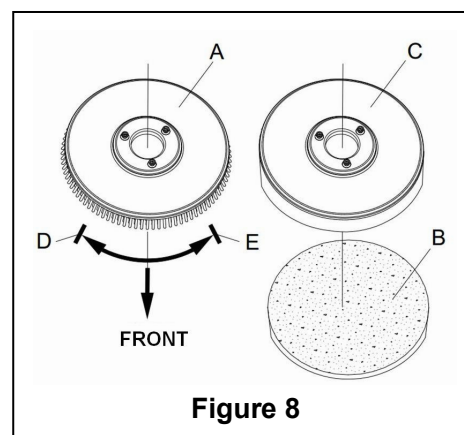

Figure 8
Selon le type de sol à nettoyer, la machine peut être équipée d'une brosse (Figure 8, A) ou d'un support de disque de nettoyage (Figure 8, B et C).
6. Si l'étape 5 ci-dessus s'avère difficile, utilisez la méthode manuelle en suivant la flèche (D) pour installer la brosse/le plateau porte disque (comme indiqué dans la **Figure 8**).
7. Pour retirer automatiquement la brosse/le support du patin, tournez l'interrupteur d'alimentation jusqu'à la position "O". Tenez le guidon avec la main puis appuyez sur la machine vers le bas jusqu'à ce que la roue de guidage touche le sol et que la brosse/le plateau porte disque soit suspendu dans l'air. Mettez l'interrupteur d'alimentation (41) sur la position "I" et appuyez sur l'interrupteur de sécurité pour laisser la brosse ou le plateau porte disque tourner jusqu'à ce que la brosse/le plateau tombe au sol.
8. Si l'étape n° 7 ci-dessus s'avère difficile, utilisez la méthode manuelle en tournant la brosse/le plateau porte disque dans la direction opposée au sens normal de rotation, il peut alors être retiré. (comme indiqué dans la **Figure 8**)